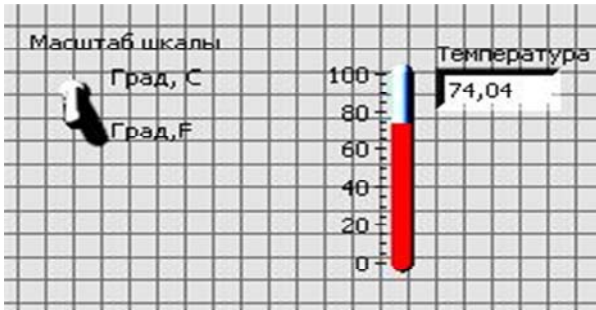

Рис. 3.3. Элемент изображения данных температуры
1. Создайте элемент отображения данных температуры, как показано ниже на рис. 3.3.